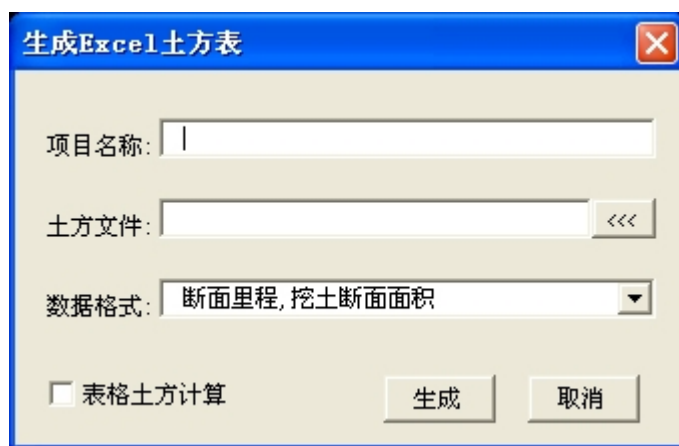

图 6-6
- 1、 点击 CAD2004 主窗体下的【土方计算】 【生成 Excel 土方表】，出现如图 6-6；